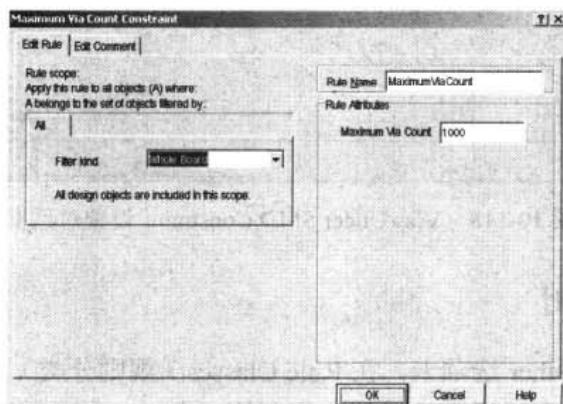

图 10-116 Maximum Via Count Constraint 设置对话框
- Maximum Via Count Constraint: 过孔数阈值。该规则用于设置过孔的最大数目，其设置对话框，如图 10-116 所示。在 Maximum Via Count 处，可输入设置值。